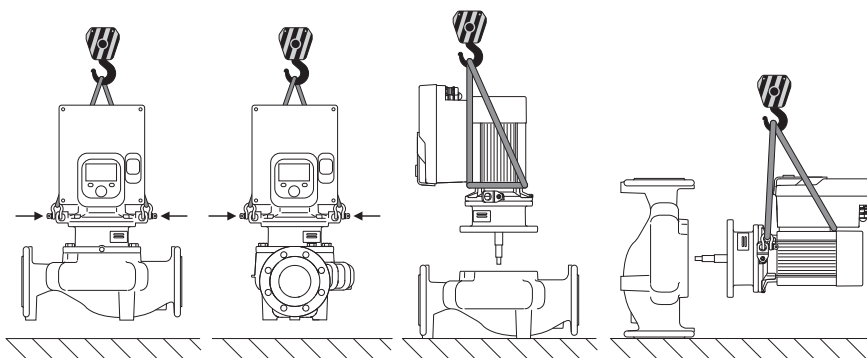

Fig. 6: Dispositivo di sollevamento della pompa singola
Il trasporto della pompa deve essere eseguito mediante mezzi di sollevamento e movimentazione di carichi omologati (puleggia, gru ecc.). I mezzi di sollevamento e movimentazione di carichi devono essere fissati sugli occhioni di trasporto previsti sulla flangia motore. Se necessario, far scorrere gli anelli di sollevamento sotto la piastra di adattamento (Fig. 6/7). Assicurare la pompa affinché non possa ribaltarsi.
1. Non rimuovere i due occhioni di trasporto (Fig. I, pos. 30) sulla flangia motore.
2. Per sicurezza, fissare il set di innesto (Fig. 4) agli occhioni di trasporto servendosi di mezzi di sollevamento adeguati. Per evitare che l'unità si ribalti, prevedere una cintura attorno al motore e all'adattatore del modulo elettronico, come illustrato nella Fig. 6. Evitare di danneggiare il modulo elettronico durante il fissaggio.
3. Allentare e rimuovere le viti (Fig. I/II, pos. 29).